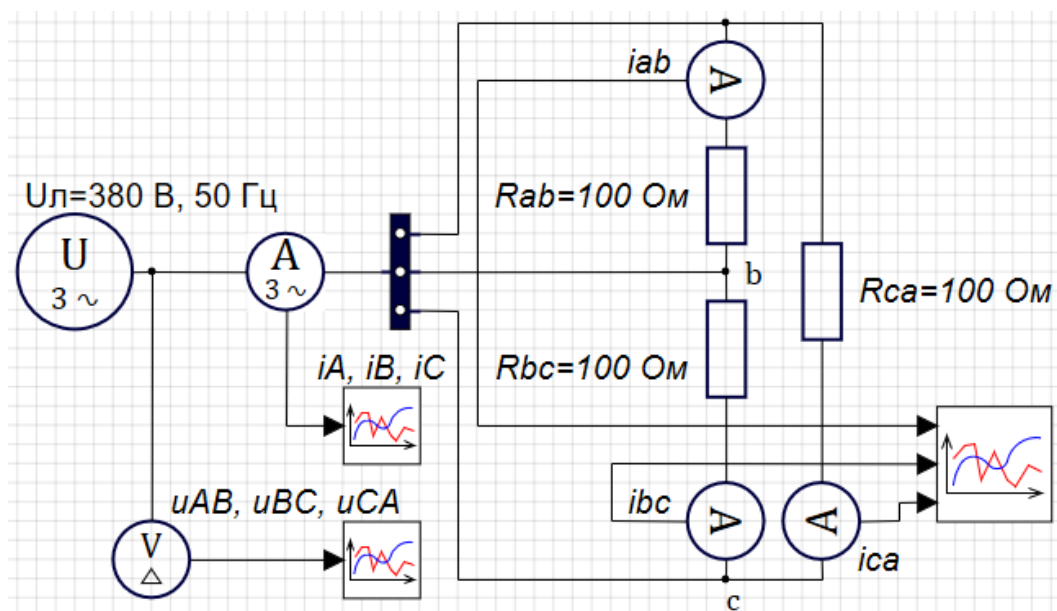
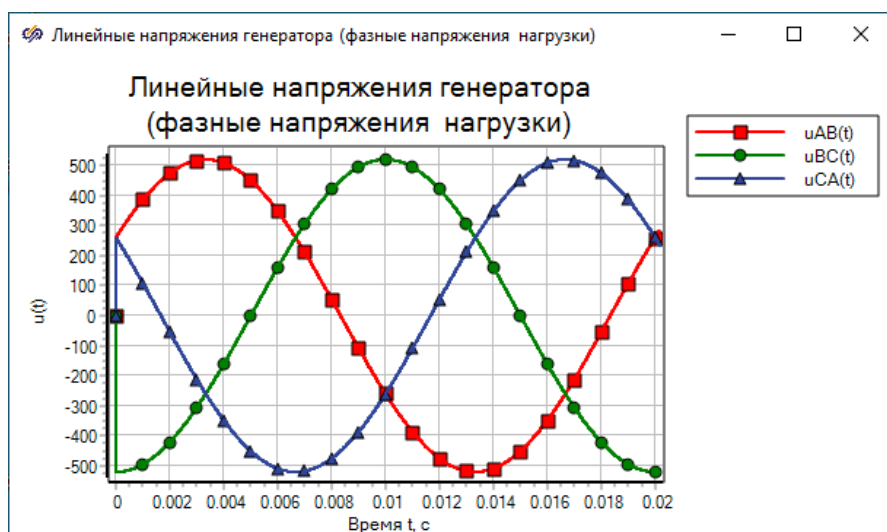

Рис. 5.1
Рис. 5.2
1. Собрать в окне проектов системы SimInTech симметричную трехфазную цепь при соединении фаз генератора по схеме звезда, а приемника по схеме треугольник (рис. 5.1), используя элементы из библиотек ЭЦ – Динамика и Вывод данных.
4. Запустить на моделирование полученную цепь и посмотреть результаты моделирования в графических окнах (рис. 5.2–5.4 для модели рис. 5.1).